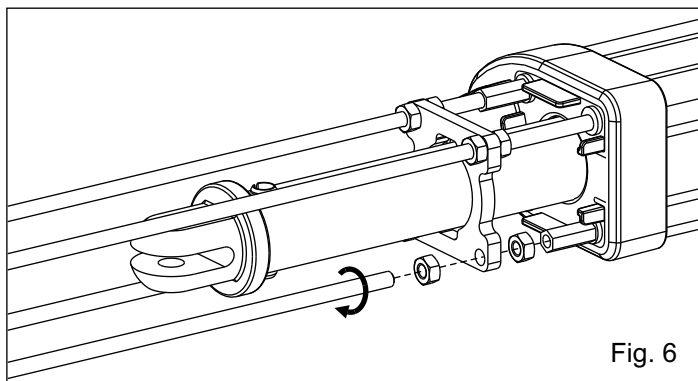

Fig. 6
6. Insérer les dés et visser les 4 tirants jusqu'à leur serrage (Fig 6)